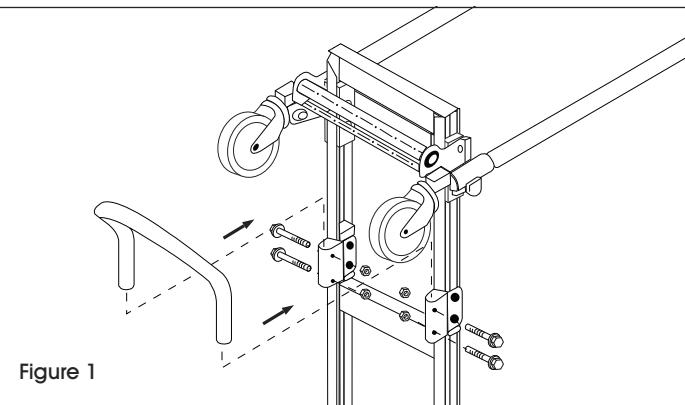

Figure 1
- Glissez la poignée dans les supports de poignée se trouvant sur la face arrière du cadre. Insérez la poignée dans les trous des supports. Si la poignée ne veut pas glisser, desserrez les boulons des supports. Insérez quatre boulons à tête hexagonale à embase à travers les supports et la poignée et fixez-les à l'aide d'écrous freinés. (Voir Figure 1)